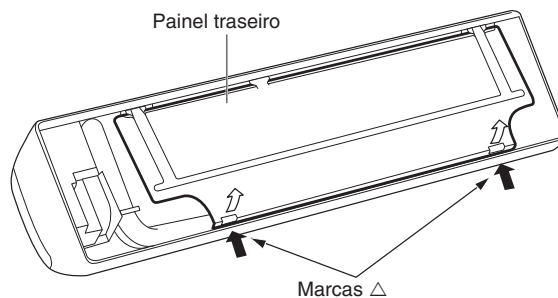

Fig. 3-2
- (2) Pressione as 2 marcas \triangle na tampa da armação e liberte as linguetas estacionárias da armação. (Fig. 3-2)